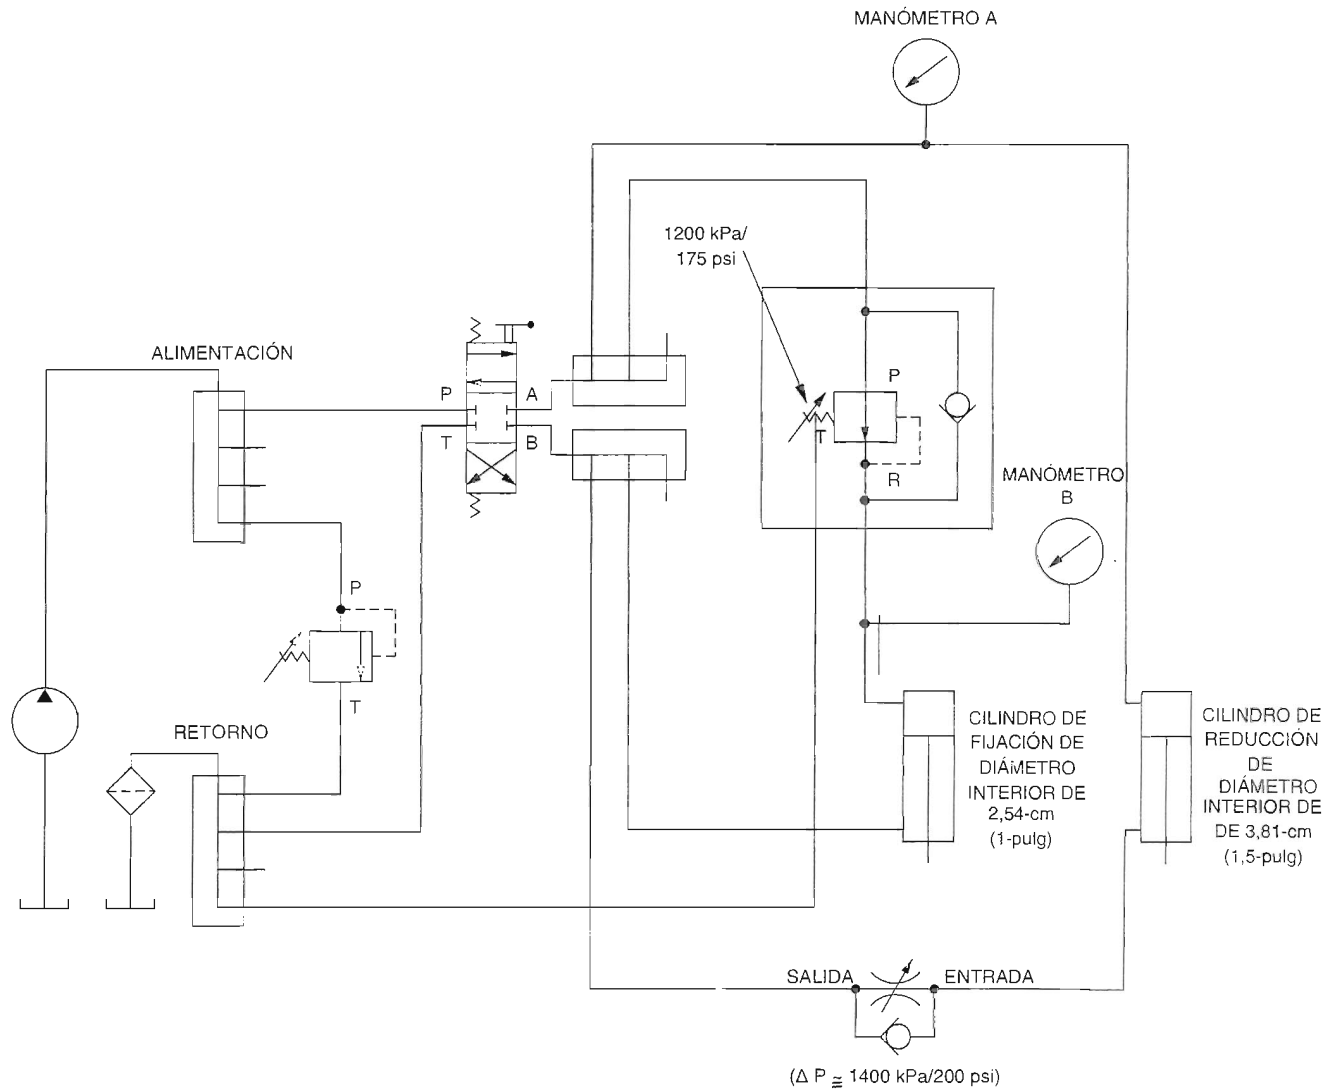

Figura 4-20. Circuito para poner a prueba la operación de un circuito de fijación y reducción.
- ☐ 22. Conecte el circuito de fijación y reducción mostrado en la Figura 4-20. En este circuito, el cilindro de diámetro interior de 2,54 cm (1 pulg) simulará un cilindro de fijación, mientras el cilindro de diámetro interior de 3,81 cm (1,5 pulg) simulará un cilindro de reducción. La presión del circuito (válvula de alivio) se ajustará a 3500 kPa (500 psi).